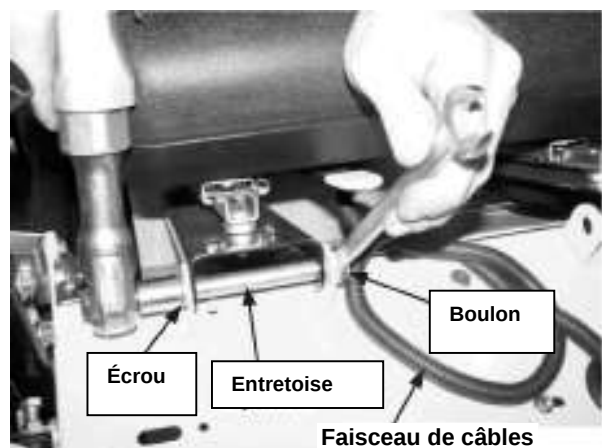

Figure 3-3
3. Faites pivoter le siège en position et fixez-le en place à l'aide des boulons à épaulement, des écrous de blocage et des entretoises précédemment retirés. Assurez-vous de ne pas coincer ou endommager le faisceau de câbles pendant que vous installez le siège. Consultez la figure 3-3.